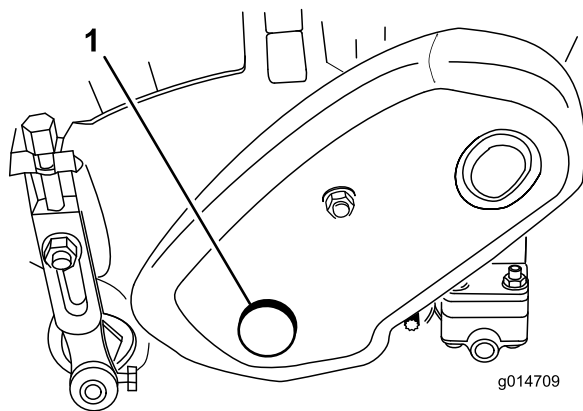

図 20
1. リール・アセンブリの左側にあるプラグ（図 20）を外す。